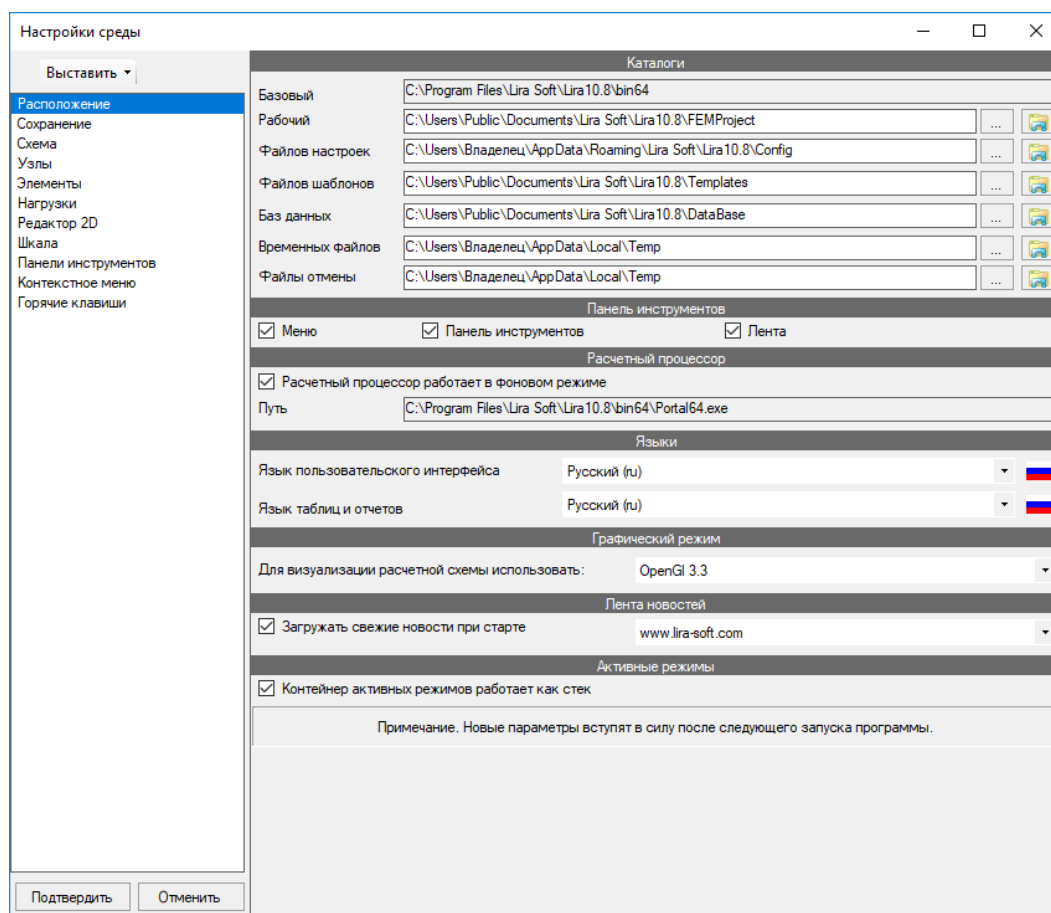

Рис. 2.8. Вкладка **Расположение**
**Настройки рабочей среды** ⇒ вкладка **Расположение** (рис. 2.8)